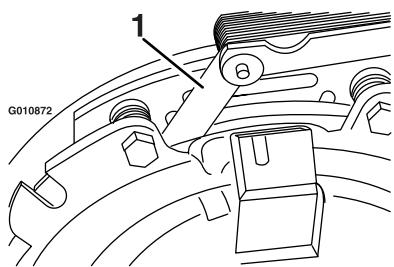
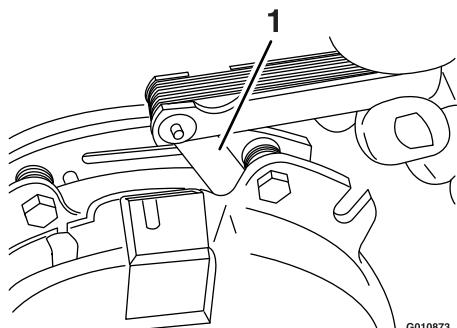

Bild 76
Bild 77
- E. Prüfen Sie mit einer Führerlehre (0,25 mm) den Abstand zwischen dem Drehzylinder und der Vorderseite der Lehre an beiden Seiten des Bremsschafts, wie in Bild 76 und Bild 77 abgebildet.